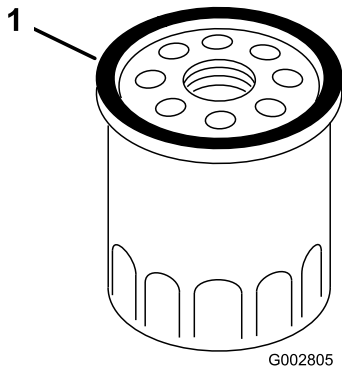

Figure 31
7. Avec les doigts, appliquez de l'huile sur le joint du filtre neuf (Figure 31).